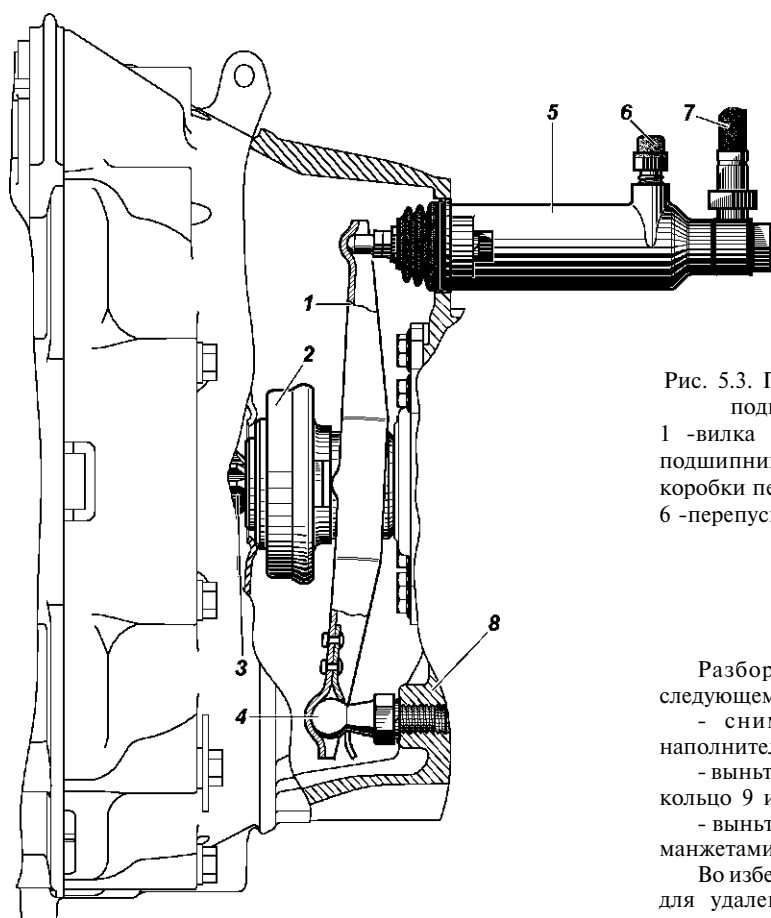

Рис. 5.3. Привод выключения сцепления (выжимной подшипник, вилка и рабочий цилиндр):
2. Отверните болты крепления рабочего цилиндра 5 (см. рис. 5.3) сцепления к картеру коробки передач.
- отсоедините шланг 7 (см. рис. 5.3) от рабочего цилиндра;